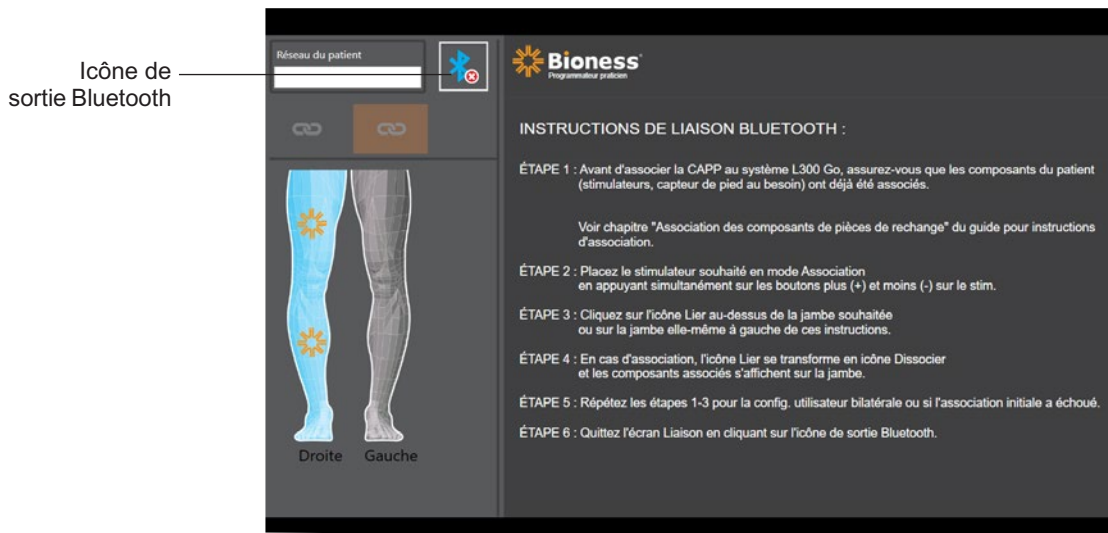

Figure 9-1 : Écran Liaison
4. Cliquez sur l'icône de connexion située au-dessus du membre inférieur souhaité. Reportez-vous à la figure 9-1.